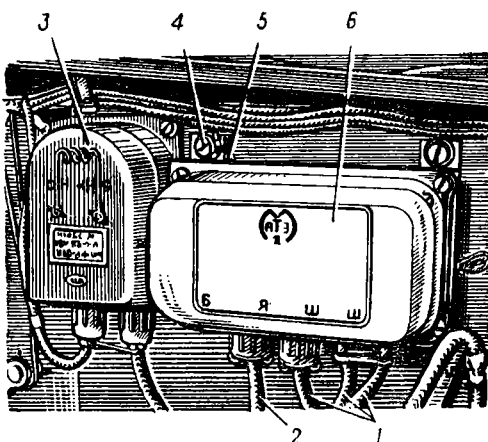

Рис. 72. Установка реле-регулятора:
2. Расшплинтовать, отвернуть накидные гайки проводов 1 (рис. 72) генератора и вынуть вилки проводов из гнезд штетсельных разъемов реле-регулятора 6.
1. Установить реле-регулятор 6 (рис. 72) на место. Надеть на верхний левый винт 4 крепления реле-регулятора наконечник провода 5, пружинную шайбу и вернуть винт. Закрепить реле-регулятор остальными винтами с пружинными шайбами.